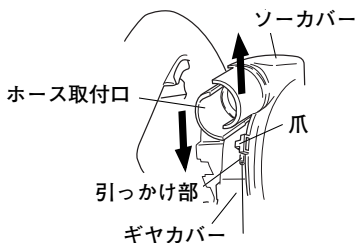

図 7
注 • ソーカバーの爪部は、図7の矢印方向以外に無理に動かさないでください。変形、破損の原因になります。
- ソーカバーとギヤカバーのホース取付口を矢印の方向にスライドさせて、引っ掛け部から爪はずします。(図7)